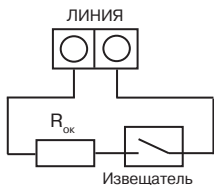

Рисунок 3 – Схема подключения датчика перемещения охраняемой конструкции
- первый шуруп в отверстие (1) по центру;
- При необходимости подключите извещатель, например, типа ИО102-2 ПГС2.409.000 ТУ к клеммам ЛИНИЯ (рисунок 3). В конце линии установите оконечный элемент  $R_{ок}$  – резистор 5,1 кОм. Длина линий не должна превышать 2,5 м. Соединения следует выполнять пайкой или под винт.